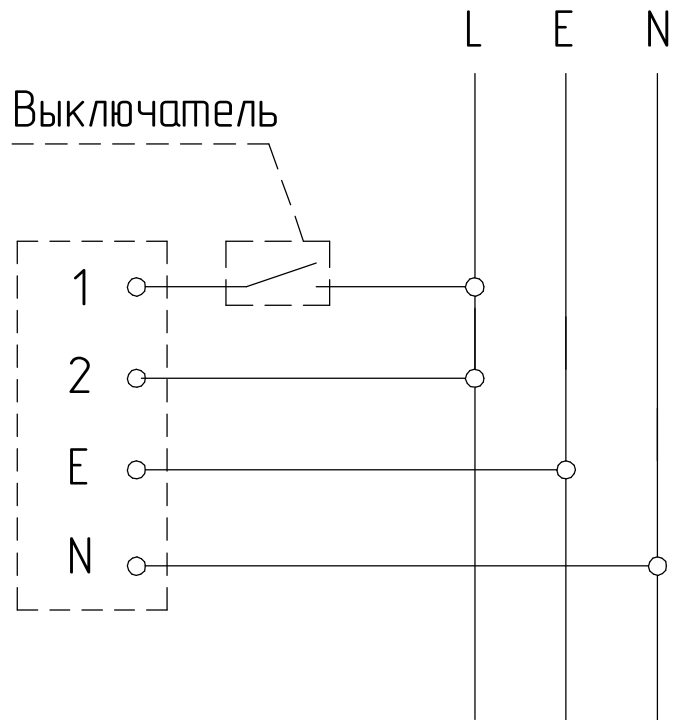

Рисунок 7 - Схема подключения к сети светильника ДВО59 ЕМ3
5.2.2 Снимите крышку с отсека БАП, пропустите питающий провода через заглушку и подключите его к контактной клемме (см. рисунок 7, 8), закройте крышку.
5.3.3 Протяните через отверстие Грильято отсек БАП, снимите крышку с отсека БАП, пропустите питающий провода через заглушку и подключите его к контактной клемме (см. рисунок 7, 8), закройте крышку.